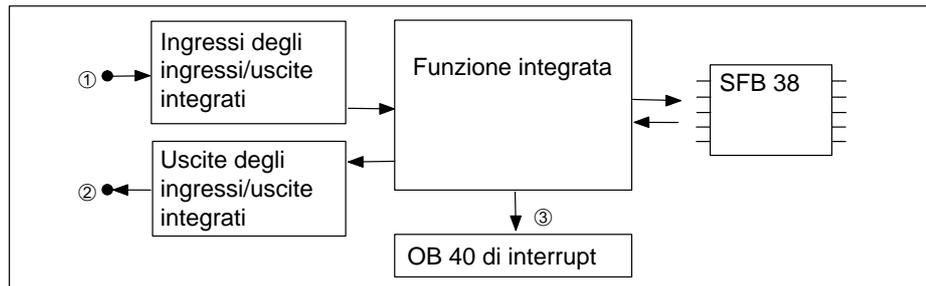

Figura 5-10 Percorsi delle reazioni
**Percorsi delle reazioni** Nella figura 5-10 sono rappresentati i percorsi delle reazioni.